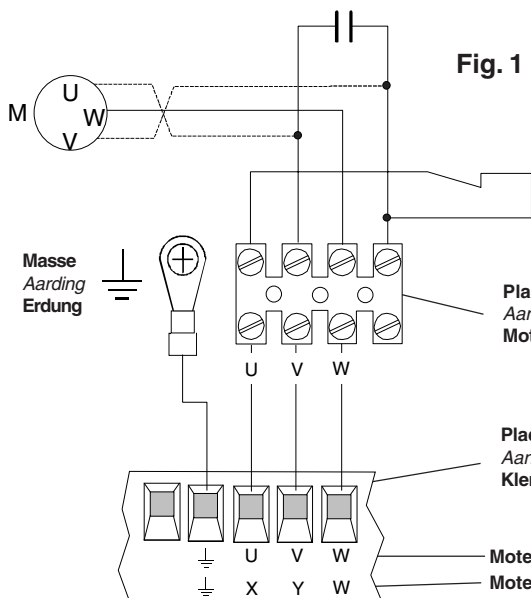

Fig. 1
- Réaliser les branchements électriques de la manière représentée sur les fig. 1 et 2;
- Die elektrischen Anschlüsse gemäß Abb. 1 und 2 ausführen;